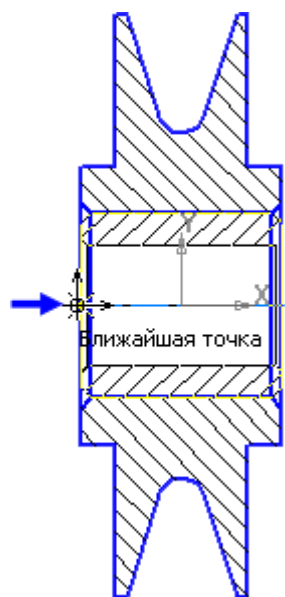

Рисунок 9.
- Укажите положение базовой точки (рис. 9).